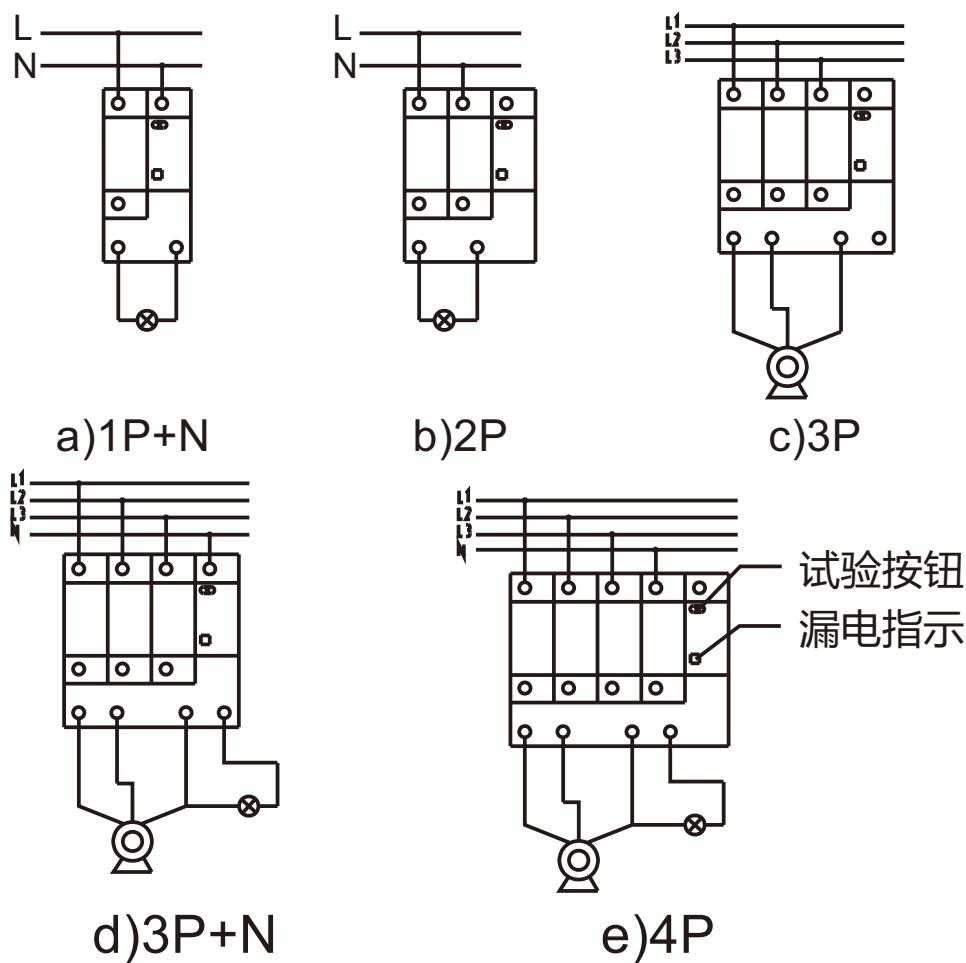

图1
- 4 严格按图1接线图配线安装；
5.5 接线示意图：见图1 (a~e)